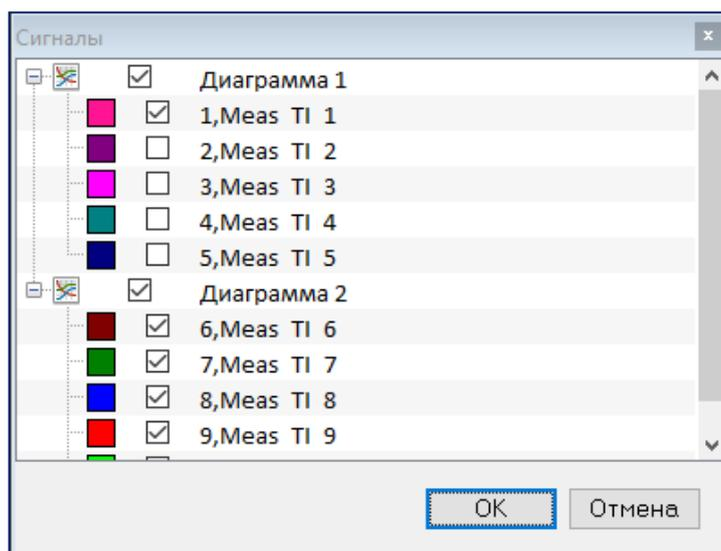

Рисунок 4.7 - Вид окна выбора сигнала для отображения
2. Выберите сигналы для отображения в открывшемся окне (рисунок 4.7):